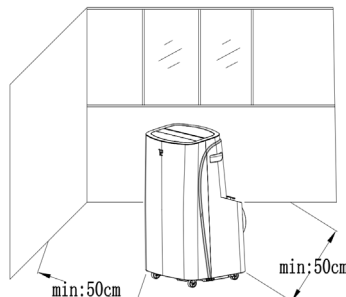

Abb. 4
a) Stellen Sie das Gerät mit dem Abluftschlauch und dem Zubehör in der Nähe eines Fensters auf. Der Abstand zwischen dem Gerät und Wänden oder anderen Gegenständen sollte mindestens 50 cm betragen (wie in Abbildung 4 dargestellt).